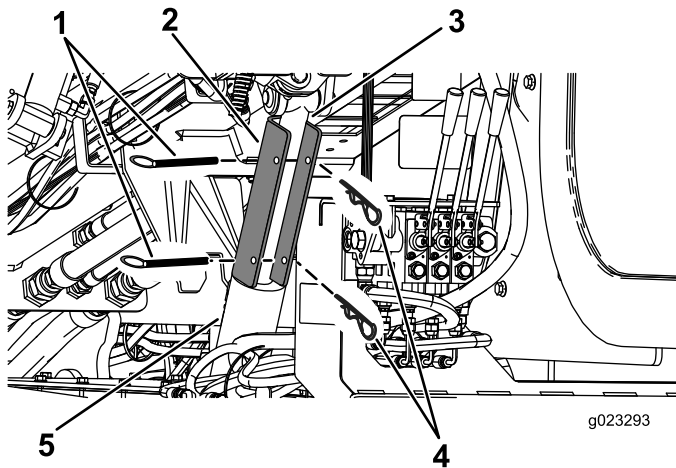

Figure 70
4. Placez le dispositif de verrouillage de vérin sur la tige du vérin (Figure 70).
5. Fixez le dispositif de verrouillage de vérin avec la goupille fendue et l'axe de chape (Figure 70).
4. Enlevez la goupille fendue et l'axe de chape qui retiennent le dispositif de verrouillage de vérin (Figure 70).